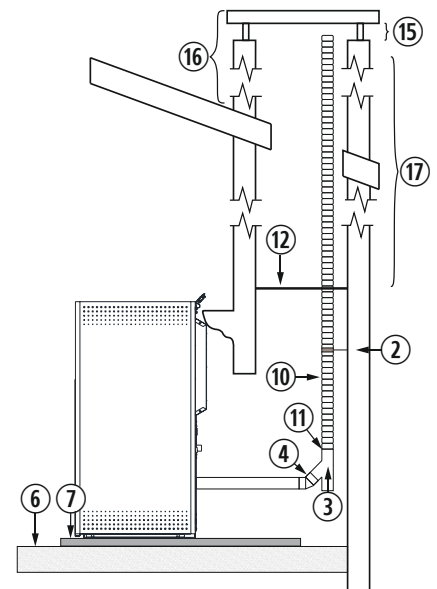

Figura 9
4.28. A instalação de um encastrável numa chaminé de obra pode ser feita em toda a sua totalidade em tubo flexível, tal como indicado na *figura 9*. Devemos ter especial cuidado na hora de realizar o isolamento entre a chaminé e o tubo da saída de gases para evitar possíveis retrocessos de gases em caso de tempestade.
②	Abraçadeira de união de aço inox.
③	Tê de 135° com registro.
⑥	Chão de madeira.
⑦	Protector de chão incombustível.
⑩	Tubo de aço inox flexível.
⑪	União adaptadora de flexível a rígido.
⑫	Isolante anti-retrocesso.
⑮	Mínimo 200mm.
⑯	Deve ultrapassar o teto em 1 metro.
⑰	Superior a 8m, aumentaremos uma medida.